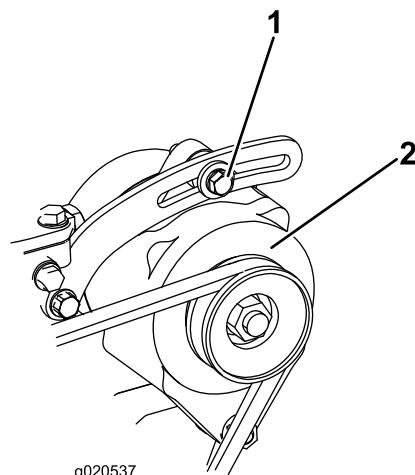

図 69
100運転時間ごとにベルト図69の劣化状態および張り具合を点検してください。
2. たわみが10mmでない場合には、オルタネータ取り付けボルトをゆるめる図69。適当な張りに調整してボルトを締める。ベルトのたわみが適切に調整されたことを確認する。